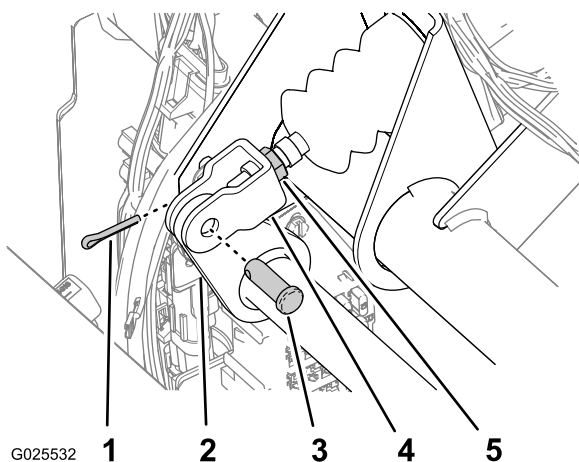

Figura 79
2. Rimuovete la coppiglia e il perno con testa che fissano la forcella del cilindro principale al perno del pedale del freno (Figura 79).
4. Allentate i controdadi che fissano la forcella all'albero del cilindro principale (Figura 79).
5. Regolate la forcella fino a quando i suoi fori non sono allineati al foro sul perno del pedale del freno (Figura 79).
6. Fissate la forcella al perno del pedale per mezzo del perno e della coppiglia (Figura 79).
7. Serrate il controdado che fissa la forcella all'albero del cilindro principale (Figura 79).